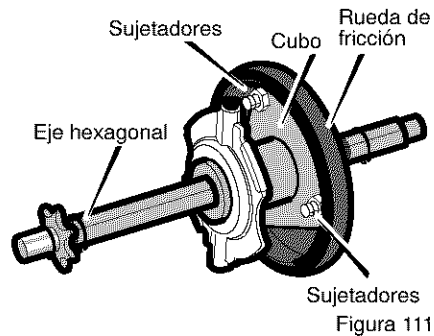

Figura 111
10. Quite los tres **sujetadores** que retienen la **rueda de fricción** en el **culo** (consulte la Figura 111).